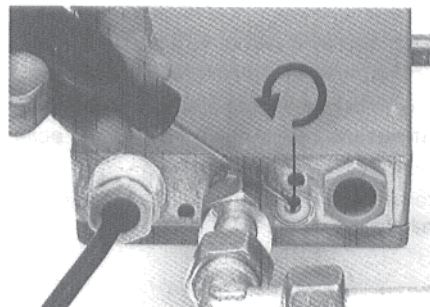

Рис. 9 VDK 200 A снизу
- Проверить заводскую установку, ввинтив **дросселирующий винт** до внутреннего **упора**, в направлении хода часовой стрелки (рис. 9).
**Сократить время качки**, вращая дросселирующий винт в направлении против хода часовой стрелки (рис. 9).